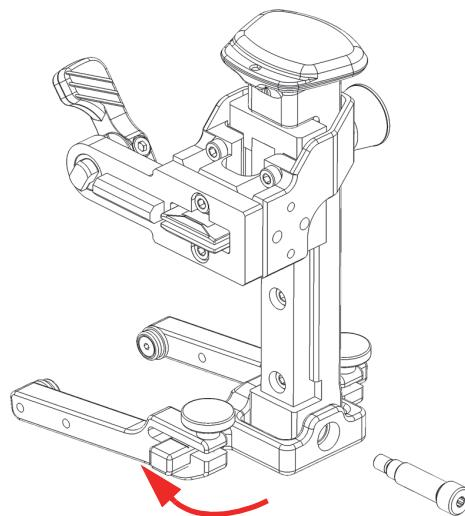

图 2-24 翻转轭的旋转梁
6. 将轭的旋转梁旋转180度，然后将弹簧加载臂的导轨重新滑入到轭的旋转梁中（参见第59页的图 2-24）。